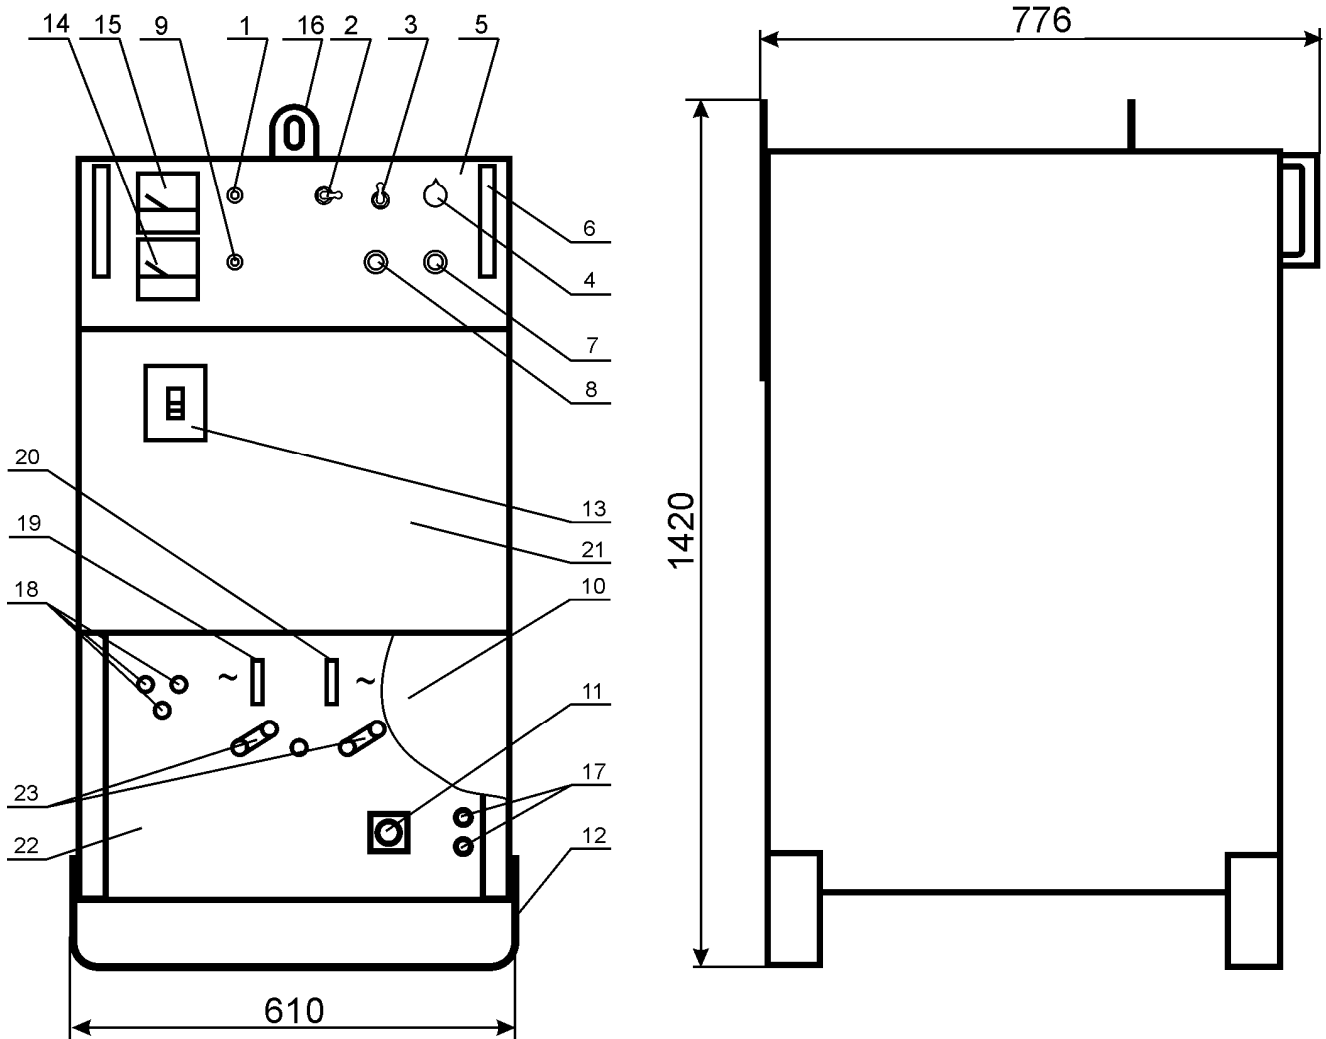

Рис. 1. Общий вид трансформатора.
5.3.2. Убедитесь, что переключающие переключатели SA3 и SA4 (поз.23, приложение 1, рис.1 и 2) находятся в левом положении. Проверьте затяжку болтов на переключателях.